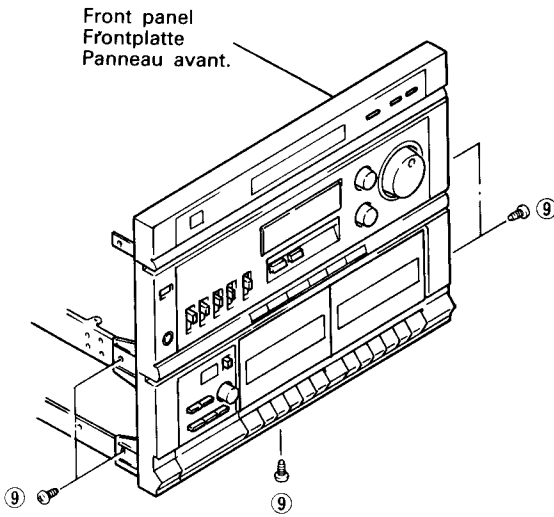

Fig. 5 Abb. 5
5. **Frontplatte (Abb. 5)**
5. Panneau avant (Fig. 5)